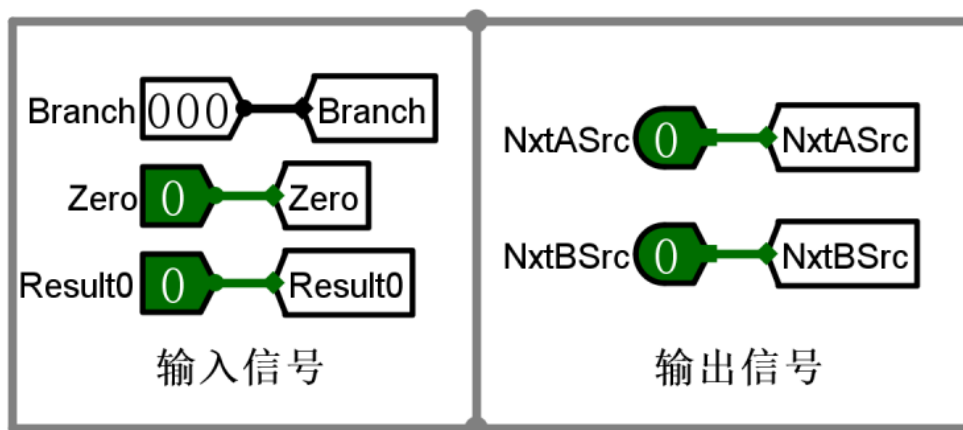
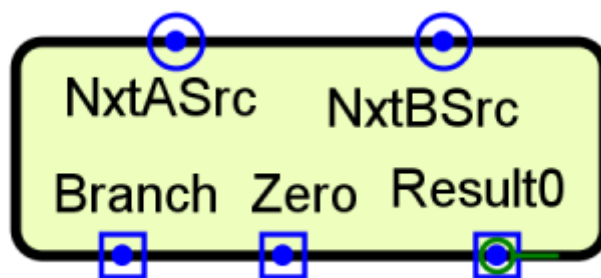

图 5.15 Branch 控制器引脚图
图 5.16 Branch 控制器封装图
2) 设计跳转控制器子电路。在 Logisim 中添加一个名为“Branch”的子电路，双击该子电路名称，在右侧工作区中构建相应电路。引脚参考如图 5.15 所示，根据表 5.2 所示，列出 NxtASrc 和 NxtBSrc 两个信号的逻辑表达式，在工作区中添加指令输入引脚、分线器、多路选择器、逻辑门输出引脚等组件；修改组件属性，根据输出信号逻辑表达式进行线路连接。添加标识符和电路功能描述文字。改变 Branch、Zero、Result0 输入数据，观察输出信号值，记录测试数据，验证电路的正确性。如图 5.16 所示封装子电路，保存电路设计文件。